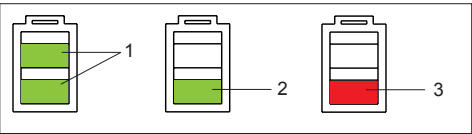

Fig. 10
- Ladezustand des Akkus an der LED-Anzeige (Fig. 10) überprüfen:
- 1 = minimale Spannkraft ca. 400/900 N* (PP)
- Read off battery charge on LED indicator (Fig. 10):
- Lire l'état de charge de l'affichage DEL (Fig. 10):